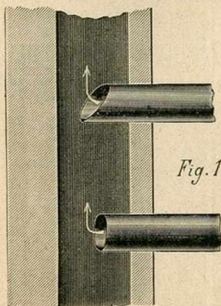

Fig. 1
**Couper** obliquement, comme l'indique le croquis figure 1, l'extrémité de la buse qui pénètre dans la cheminée, car il arrive souvent que l'appareil est poussé jusqu'à ce que cette buse touche la partie opposée de la cheminée, ce qui ferme complètement le tirage.
*Dans tous les cas, ne jamais pousser la buse à fond dans la cheminée. (Voir fig. 1.)*